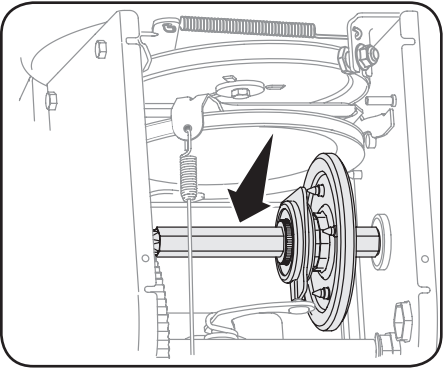

Figure 4-5
4. Appliquez une légère couche de pâte anti-grippant sur l'arbre hex. Voir la Figure 4-5.